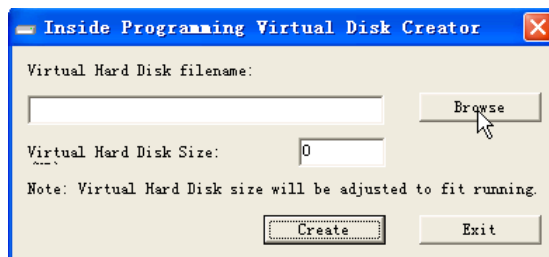

图 5-7 初始界面
(2) 绝对虚拟磁盘可以建立一个很小的磁盘，方便练习数据恢复。浏览选择文件夹，如图 5-7 所示。